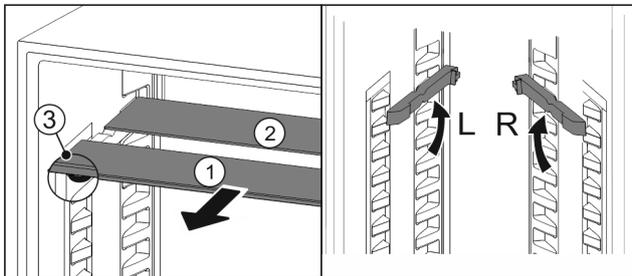

Fig. 97
- ▶ 将玻璃隔板逐个向前拉出 Fig. 97 (1)。
- ▷ 带装饰条的玻璃隔板 Fig. 97 (1)在前。
- ▷ 阻挡装置 Fig. 97 (3)指向下方。